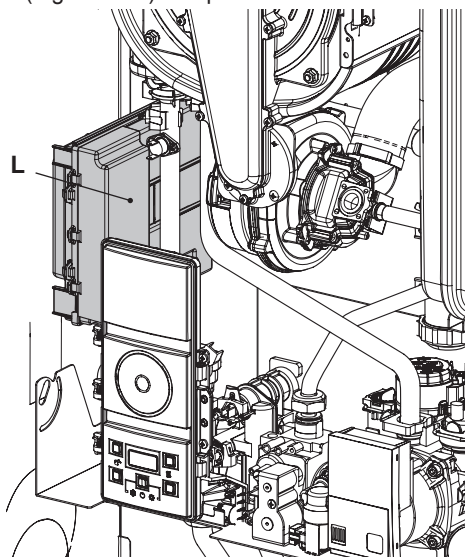

Figura 5.19
- Individuare il coperchio copri morsettiere L (Figura 5.19) ed aprirlo.